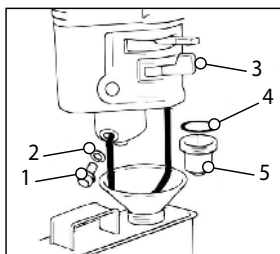

Рис. 25
1. Установите рычаг топливного крана 3 в положение «ЗАКРЫТО» (рис. 25).
3. Открутите болт 1 сливного отверстия и слейте топливо из поплавковой камеры карбюратора (рис. 25).
4. Открутите стакан отстойника 5, вылейте из него топливо в заранее подготовленную емкость (рис. 25).